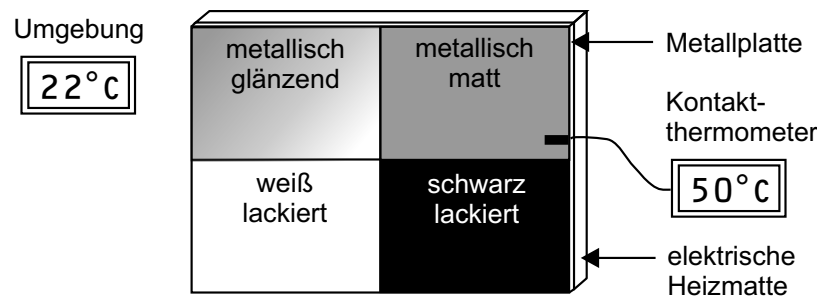

Abb. W12-6: Bestimmung des Emissionsgrads einer Oberfläche
2. Emissivität der Oberflächen Zur Untersuchung des Abstrahlungsverhaltens unterschiedlicher Oberflächen wird eine Metallplatte verwendet, die nach dem Prinzip des sog. "Leslie-Würfels" konstruiert ist (s. Abb. W12-6). Die Platte hat vier Teilflächen mit unterschiedlicher Oberflächenbeschaffenheit und somit unterschiedlichem Emissionsgrad. Eine Oberfläche ist metallisch matt, eine metallisch glänzend, eine schwarz und eine weiß lackiert. Die Platte wird (regelbar) mit einer elektrischen Heizmatte geheizt ($T_{\max} = 100^\circ\text{C}$). Die tatsächliche Temperatur der Metalloberfläche wird mit einem Kontaktthermometer gemessen. Die Temperaturverteilung aller vier Teilflächen ist (näherungsweise) homogen. Die Temperatur der Metalloberfläche kann ebenfalls mit Hilfe der Wärmebildkamera gemessen werden, wobei die von der Oberfläche emittierte Strahlung detektiert und in Temperatur umgerechnet wird. Was können Sie feststellen, wenn Sie die mit der Kamera angezeigte Temperatur mit der tatsächlichen Temperatur der Platte vergleichen? Welche Rolle spielt dabei die Oberflächenbeschaffenheit der unterschiedlichen Teilflächen?